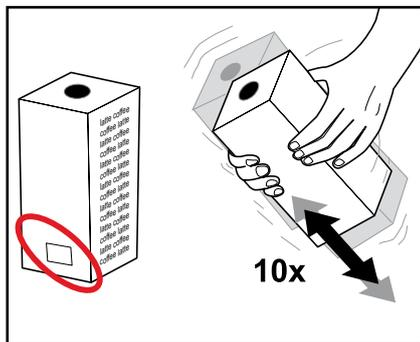

Fig. 18
Lisez les instructions figurant sur le pack de produit. Ne vous servez jamais de packs de produit endommagés. Ne vous servez plus de packs de produit d'une durée de conservation périmée (fig. 18).
3. Secouez le pack de produit au moins 10 fois (fig. 18).